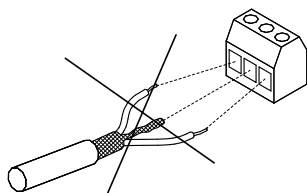

Рис. 21 Не подключайте экран скрученными концами
- Не подключайте экран скрученными концами. См. рис. 21. Для подключения экрана используйте специальные зажимы.